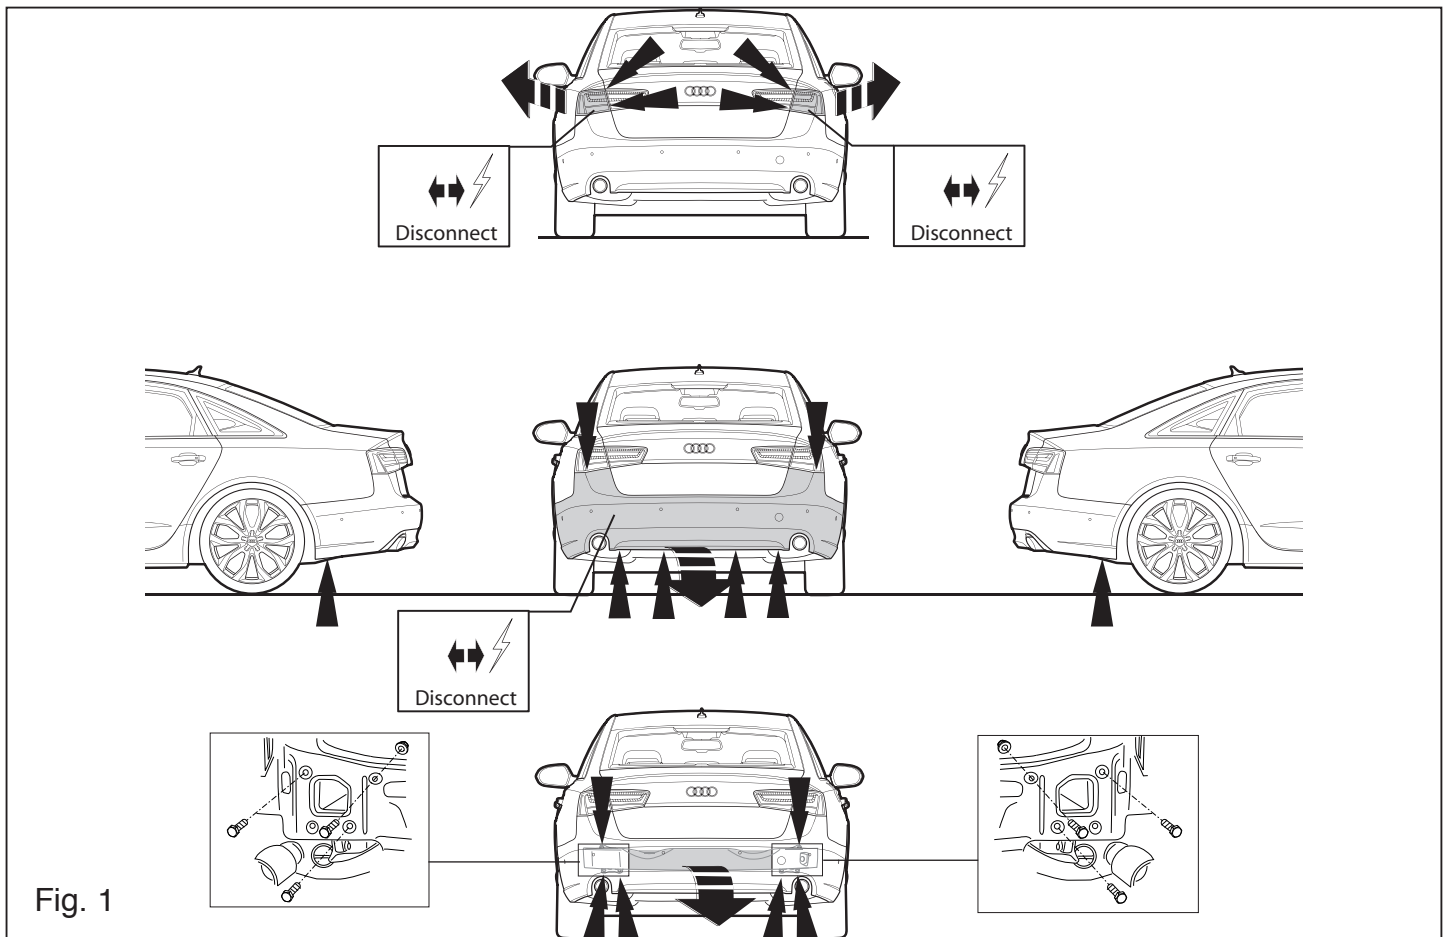

Fig. 1
wird nicht mehr benötigt. Schrauben wieder anbringen Siehe Abbildung 1/ 1a.
1. Démontez les feux arrière. Déposer le pare-chocs du véhicule y compris la traversée en acier ; la traversée ne sera plus utilisée. Remettre les boulons de fixations en place. Voir la figure 1/ 1a.
1. Снять оба блока задних фар. Снять бампер вместе со стальным буферным брусом автомобиля; буферный брус больше не понадобится. См. рисунок 1.
- . См. рисунок 1/ 1a.
1. Demonter baglysenhederne. Demonter kofangeren, inklusive køretøjets stålstødbjelke. Denne bliver overflødig. Se fig. 1/ 1a.